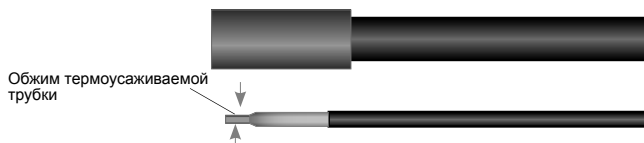

Рисунок 13
5.2.6. Термоусадить термоусаживаемую трубку с клеевым слоем длиной 80 мм и сразу обжать свободный конец трубки плоскогубцами (см. рис.13). Температура усадки 250 °С.